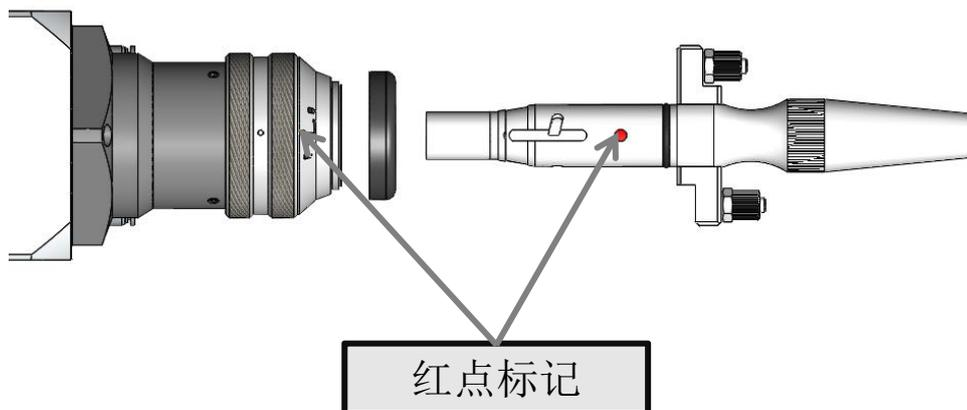

图1.8
- ④ 光纤头上红点对准QBH连接器的红点，慢慢将光纤头插入QBH连接器中，如下图1.8所示：